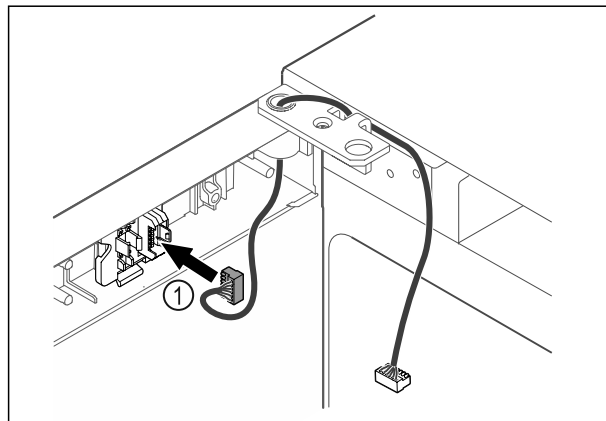

Fig. 63
- Stekker Fig. 63 (1) in steckerhouder steken.